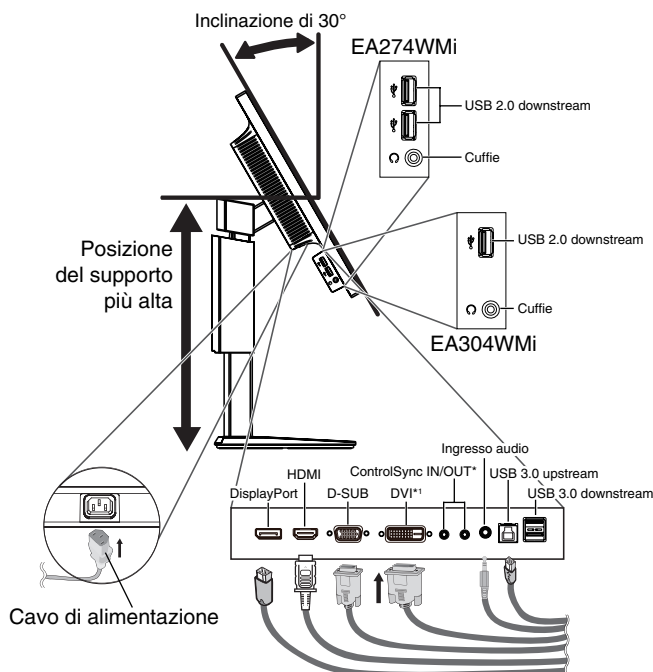

Figura C.1
4. Collegare tutti i cavi ai connettori appropriati (**Figura C.1**). Utilizzando il cavo USB, collegare il connettore tipo B alla porta a monte USB sul lato destro posteriore del monitor e il connettore tipo A alla porta a valle sul computer (**Figura C.1a**). Se si utilizza un cavo in uscita dal dispositivo USB, collegarlo alla porta downstream del monitor.